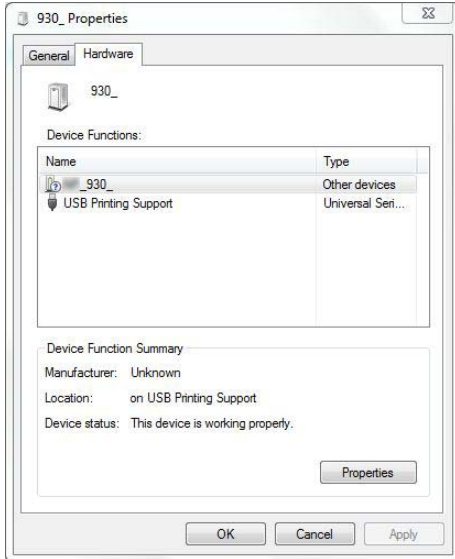

Abbildung 34: Eigenschaften "Andere Geräte"
- Wählen Sie den Reiter "Hardware" aus (siehe Abbildung 34). Machen Sie einen Doppelklick auf den Drucker (Typ: Andere Geräte); dadurch öffnet sich ein neues Fenster.